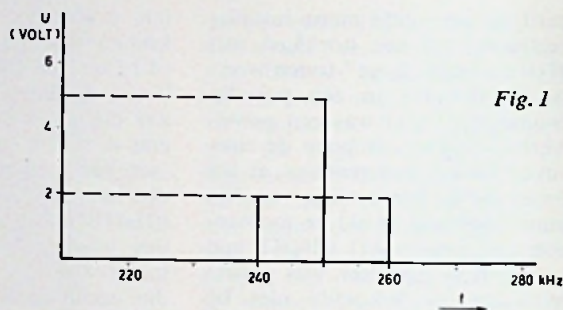

Fig. 1
③ Van een in amplitude gemoduleerd signaal is in fig. 1 het amplitude-frequentie diagram gegeven.